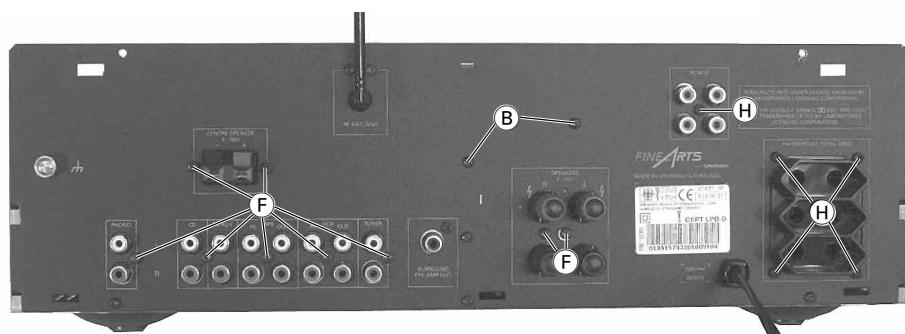

Fig. 2
- 2 Schrauben **B** herausschrauben (Fig. 2).
- Undo 2 screws **B** (Fig. 2).
- 9 Schrauben **F** herausschrauben (Fig. 2).
- 5 Schrauben **H** herausschrauben (Fig. 2).
- Undo 9 screws **F** (Fig. 2).
- Undo 5 screws **H** (Fig. 2).